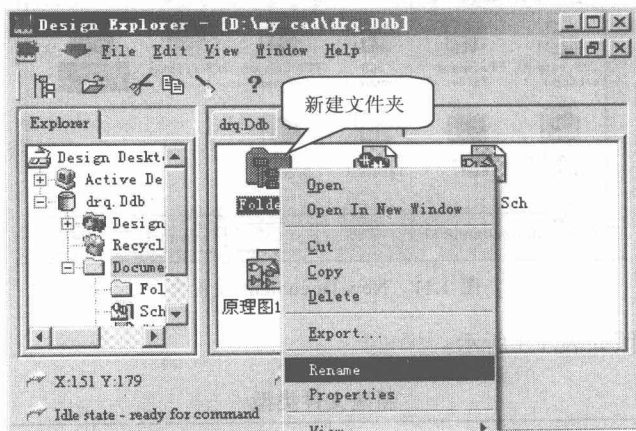

图 1.13 文件更名 2
(2) 对已有的文件更名时可将光标移到要更名的文件或文件夹图标上, 单击鼠标右键, 在弹出的快捷菜单中选择 Rename 命令, 输入新的文件名即可, 如图 1.13 所示。